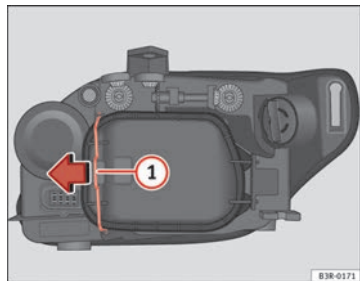

Fig. 211 Luz de posición (lado interior vehículo)
- Desplace el tirante ⇒ fig. 211 ① en el sentido de la flecha y saque la tapa rígida separando primero el lado del tirante y sacando después las dos pestañas del extremo contrario de la tapa.